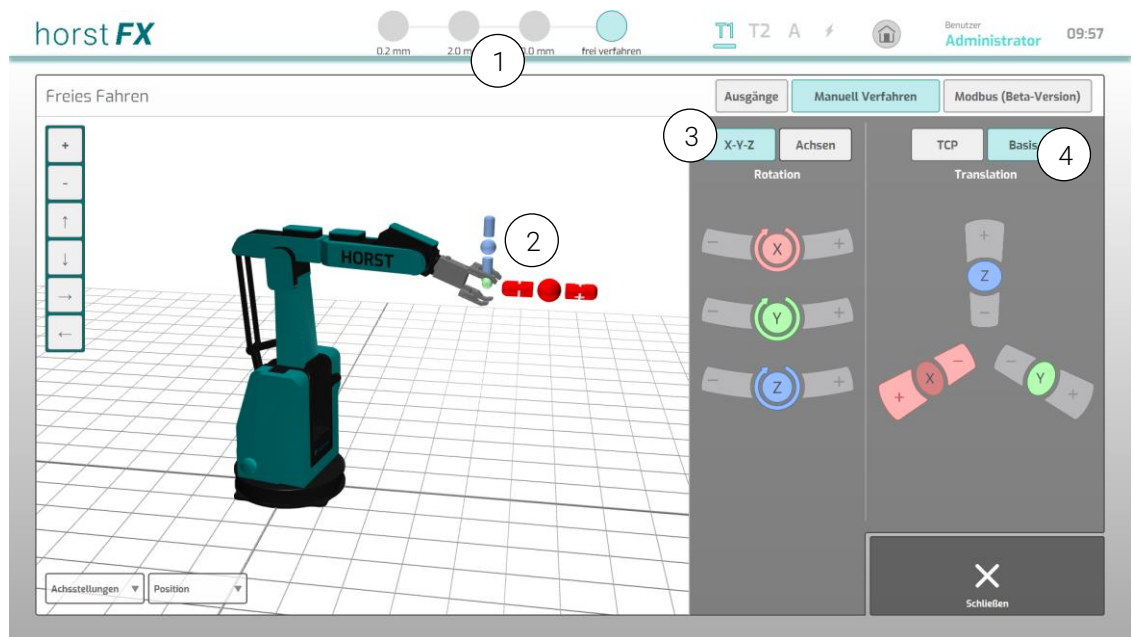

Abb. 5-3: Menü *Freies Fahren* – X-Y-Z – Basis
In der Menüleiste (Abb. 5-3) (1) lässt sich einstellen, wie weit der Roboter bei gedrücktem **+** oder **–** Button verfährt. Im **Jogging-Modus** (Schrittweise in Millimeter) oder kontinuierlich im Modus **frei verfahren**.
Um die Bewegungsrichtungen zu veranschaulichen, wird das gewählte Koordinatensystem immer am Robotermodell mit den entsprechenden Achsfarben dargestellt (Abb. 5-3) (2). Hierbei liegt der Ursprung des dargestellten Koordinatensystems im TCP des Robotermodells.